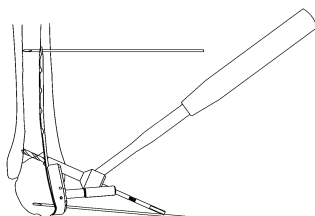

図6
- 6) リダクションホールに2.5 ドリルガイドをあてがい、イメージ下で確認しながら、2.5 ドリルにてドリル先端が対側皮質から2mm 程突出するまでドリリングします。(図6)